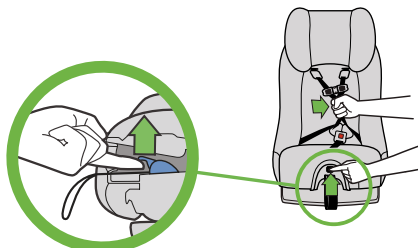

Figure 19
- Tout en tirant vers le haut sur la languette de réglage du harnais, tirez vers l'extérieur sur les sangles du harnais jusqu'à ce qu'elles bloquent, tel qu'illustré dans la **Figure 19**.